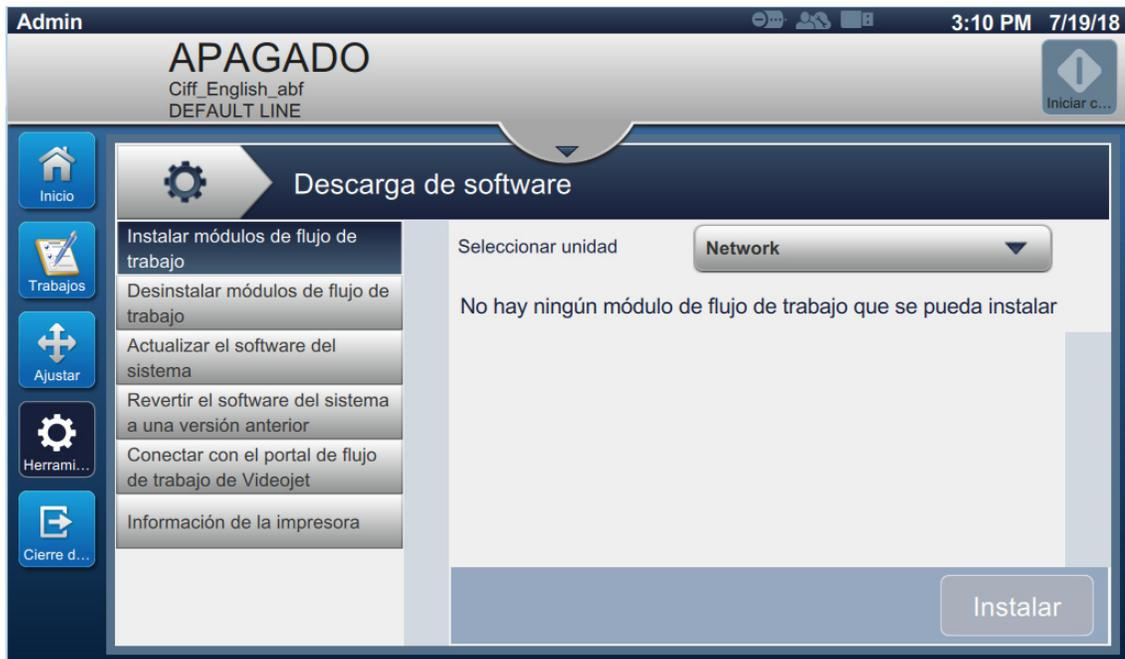

Figura 6-21. Pantalla Descarga de software
1. Pulse el botón  de la pantalla Herramientas. Se abrirá la pantalla Descarga de software, como se muestra en la Figura 6-21.